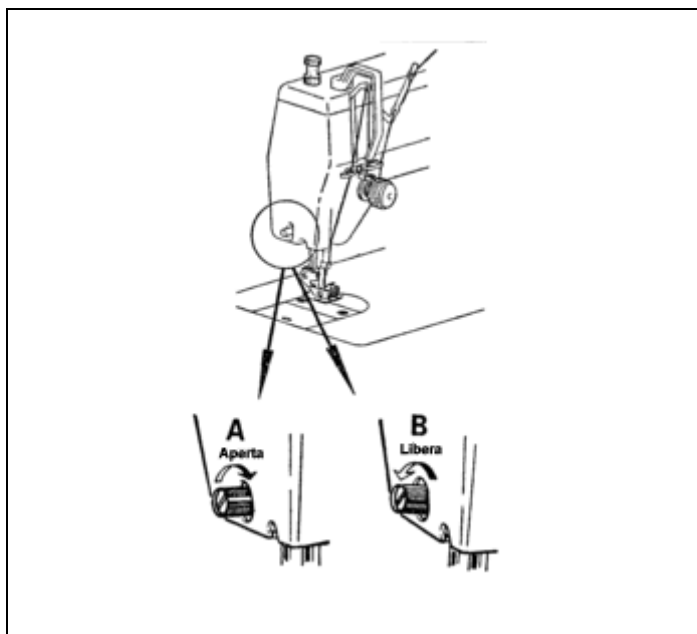

Fig. 24
20. UNIDADE DE TRAVA PARA PONTO RETO (Fig. 24)